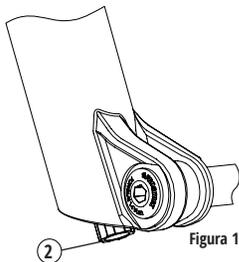

Figura 17
Para regular a velocidade de retorno utilize o botão (2) que está localizado na parte inferior do monobloco na perna hidráulica (Figura 17).